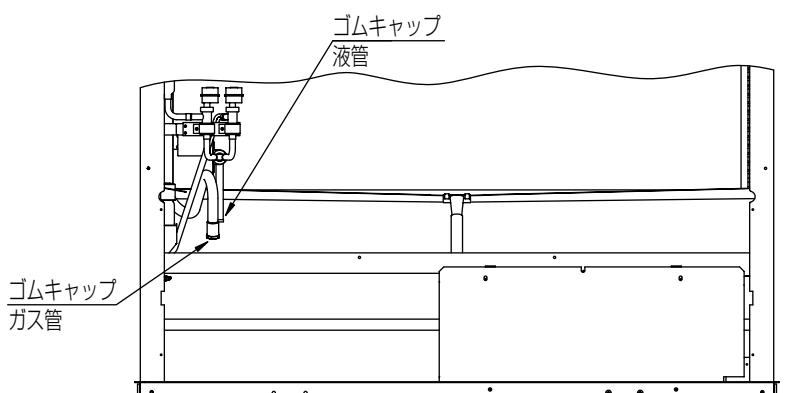

図4
(3) 図4に示すガス管接続部および液管接続部のゴムキャップを取り外し、配管内に封入されている窒素ガスを抜いてください。作業は前面から行ってください。